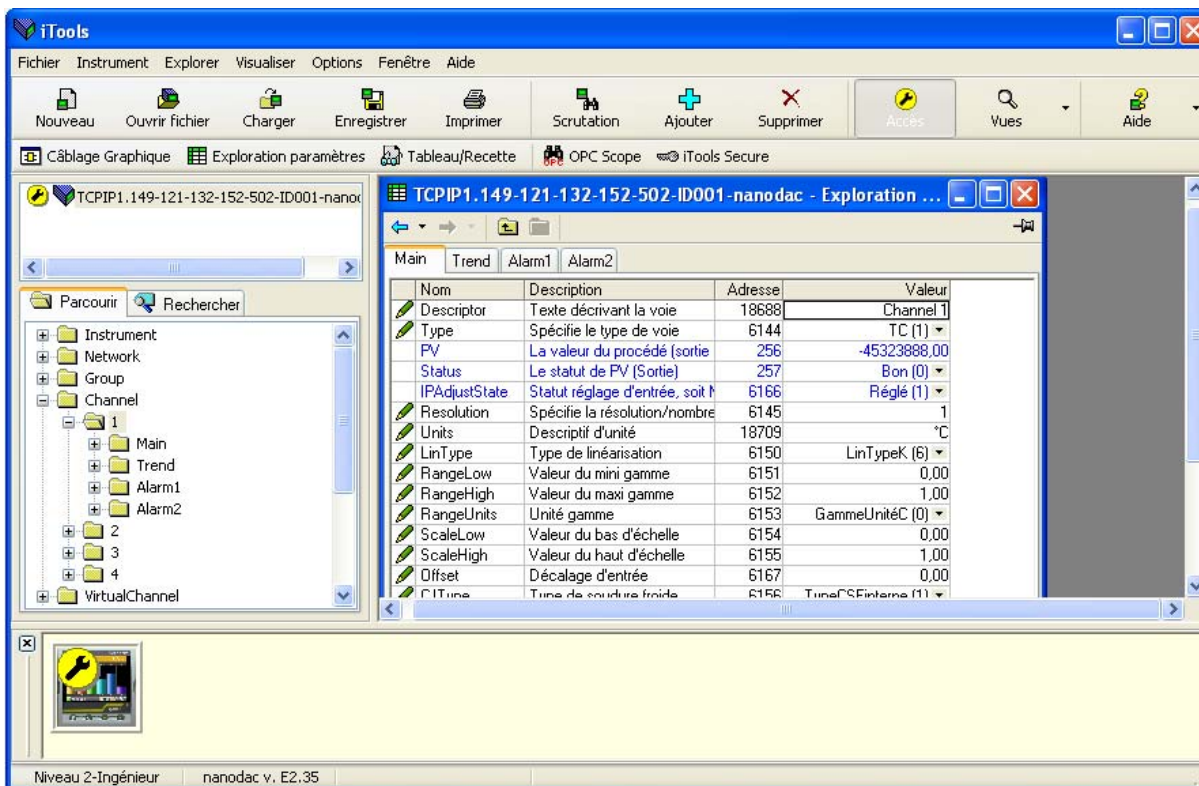
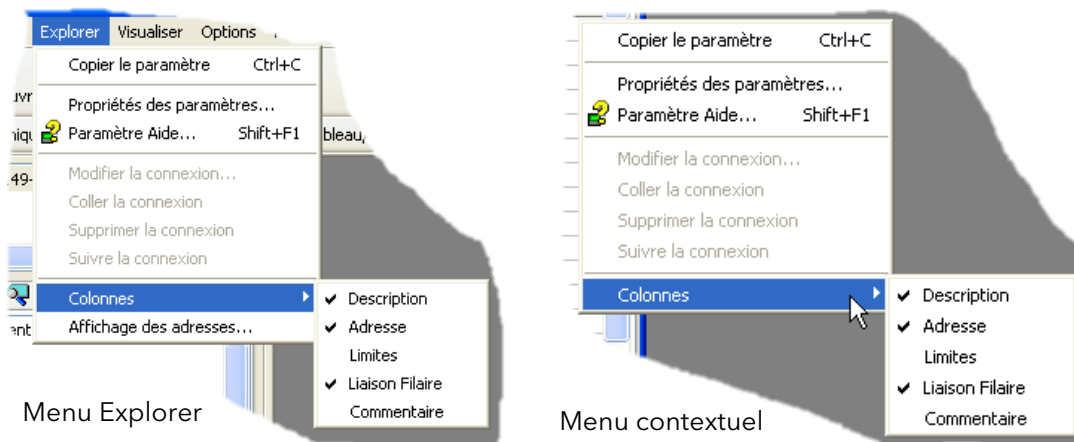

Figure 6.4a Exemple de tableau de paramètres
Figure 6.4b Activation/désactivation des colonnes
Dans chaque cas, les paramètres du bloc fonction apparaissent dans la fenêtre iTools sous forme tabulaire, comme dans l'exemple de la figure 6.4a ci-dessous.
La figure ci-dessus montre le tableau par défaut. Il est possible d'ajouter/supprimer des colonnes de l'affichage à l'aide de l'élément 'Colonnes' des menus Explorer ou contextuel (Figure 6.4b).
2. Colonnes. La fenêtre Explorer par défaut (figure 6.4a) contient les colonnes 'Nom', 'Description', 'Adresse', 'Valeur', et 'Connexion de'. Comme la Figure 6.4b le montre, les colonnes à afficher peuvent être sélectionnées, dans une certaine mesure, à l'aide du menu 'Explorer' ou du menu contextuel. Les 'Limites' ont été activées pour l'exemple ci-dessus.